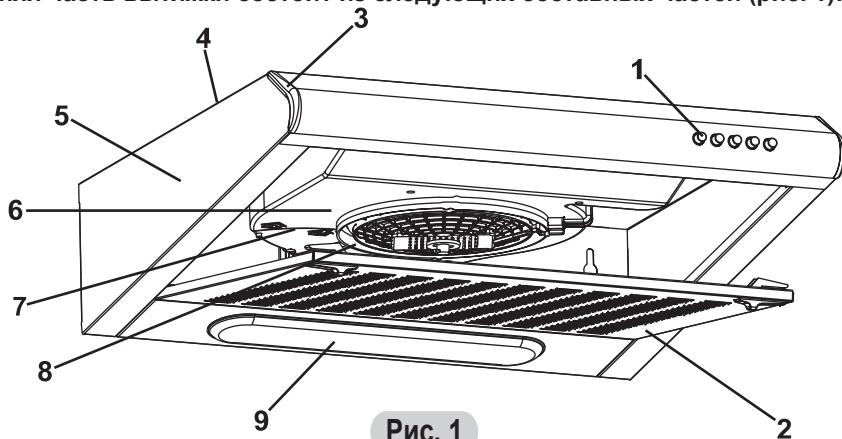

Рис. 1
**Внешняя часть вытяжки состоит из следующих составных частей (рис. 1):**